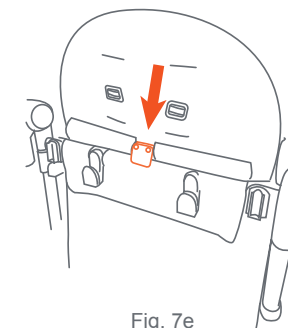

Fig. 7e
• Make sure the plastic tab on the back of the child seat is securely hooked onto the wagon rail (Fig. 7e).
- Asegúrese de que la pestaña de plástico en la parte posterior del asiento para niños esté enganchada de forma segura en el riel del vagón (Fig. 7e).